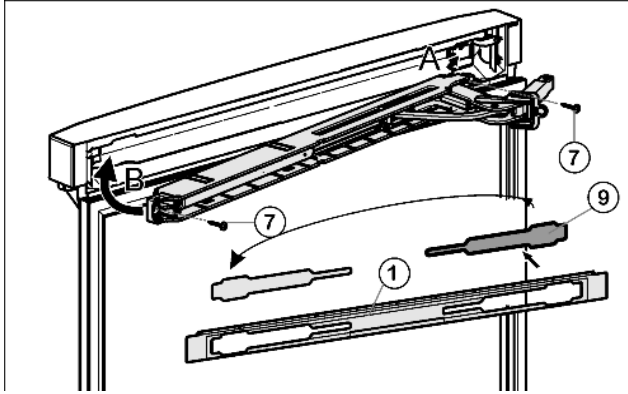

Fig. 17
- ▶ Освободите крышку Fig. 17 (9) из накладки Fig. 17 (1) и снова установите её на другой стороне.
- ▶ Зацепите (A) и поверните (B) верхний узел амортизатора закрывания дверцы шарниром на стороне шарнира.
- ▶ Прикрутите узел амортизатора закрывания дверцы (2 шт. Torx 15) Fig. 17 (7).